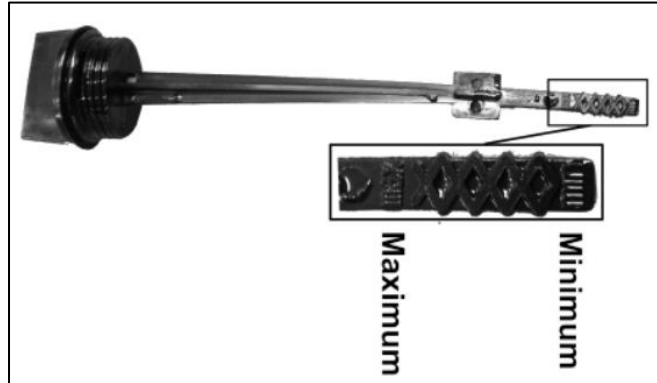

Рис.10-2
- Проверьте уровень масла. Уровень масла должен находиться между отметками "MAX" и "MIN" на щупе (рис. 10-2). Если уровень вблизи нижней метки, налейте до верхней метки.